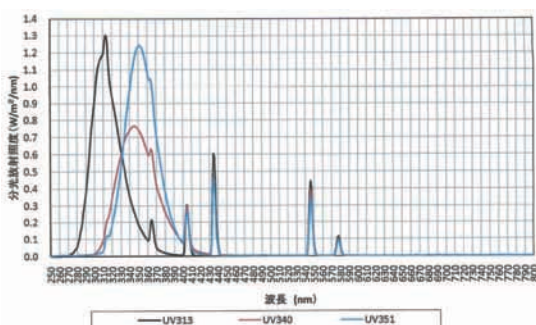

図77 紫外線蛍光灯の分光放射照度
(3) 紫外線蛍光灯ウェザーメーター FUV
実際の使用環境で試験片を昼光又は窓ガラス越しの昼光に暴露した時に生じる現象を再現するため、試験片を水分の存在下での促進耐候性を試験する装置として、使用されている。特に波長の短い紫外線は、本講座(2)太陽エネルギー(2-1)の表2. 及び図4. エネルギーと振動数・波長の関係に示すように波長が短いほど、そのエネルギーは大きいので、物質の劣化への影響は大きくなる。特に塗膜のクラック(ひび割れ)やチョーキング(白亜化)、プラスチックの紫外線劣化などの評価に実績があり、汎用の蛍光灯と同じ構造の紫外部に強いエネルギーを持つ紫外線蛍光灯を用いている。内面に塗布する蛍光体と発光管の材質により紫外部の分光放射照度分布のピーク波長が異なる3種類の光源があり、ISO 4892-3 Plastics — Methods of exposure to laboratory light sources — Part 3:、JIS K 7350 プラスチック—実験室光源による暴露試験方法—第3部:紫外線蛍光ランプでは、次のように規定している。①タイプ1A(UVA-340):300nm未満の放射が、全放射出力の2%未満で、ピーク波長が343nmにあり、一般的には300nm~340nmの昼光の立ち上がり波長分布にシュミレーションした光源で、UVA-340と呼ばれる。②タイプ1B(UVA-351):300nm未満の放射が、全放射出力の2%未満で、ピーク波長が351nmにあり、一般的には窓ガラスを通した昼光の紫外部分の立ち上がり波長分布にシュミレーションした光源で、UVA-351と呼ばれる。③タイプ2(UVB-313):300nm未満の放射が、全放射出力の10%を超え、ピーク波長が313nmにあり、一般的にUVB-313と呼ばれる。3種類の蛍光灯の分光放射照度分布を図77に示す。